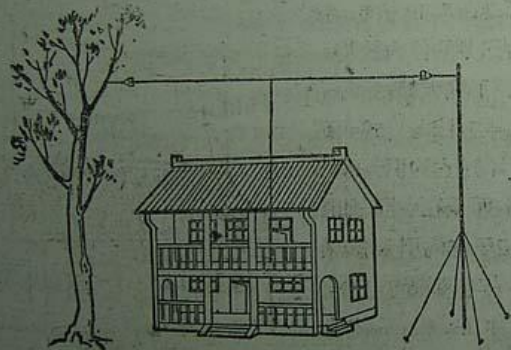

图7
3. T式天线,这种天线的架设方法与厂式大致相同,不过它的引入线不在两端,而是在中间(如图7)。由于它的引入线在中间,它对两端的电台讯号能均匀地接收,这样就沒有方向性了。这种天线